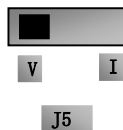

图 5-7
- (8) 闭合 D13 开关，电机开始正向运转；
- (9) 在运行中，可调节设定电位器，修改变频器当前设定频率；
- (10) 在运行中，断开 D13 开关，再闭合 D14 开关，电机运行方向改变；
- (11) 断开 D13 开关和 D14 开关，电机减速，直到停止运行；
- (12) 断开空气开关，变频器断电。
- (13) E2000-Q 有两路模拟量输出端子 A01、A02，A02 端子只可以输出电流信号；A01 端子既可以输出电压信号也可以输出电流信号，电压电流输出选择开关是 J5，见图 5-7，A01 输出关系如表 5-4。